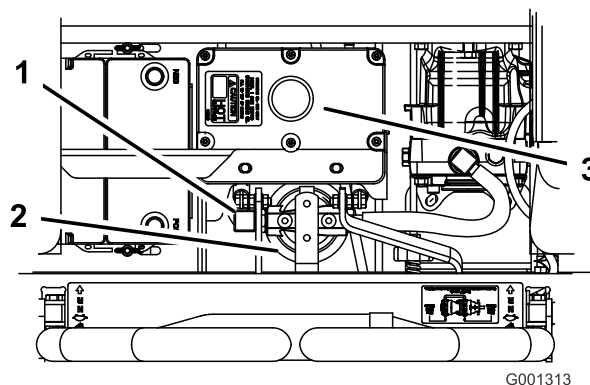

Figure 74
4. Débranchez la conduite hydraulique droite qui est raccordée à l'adaptateur (Figure 74).
6. Rebranchez la conduite hydraulique droite à l'adaptateur (Figure 74).